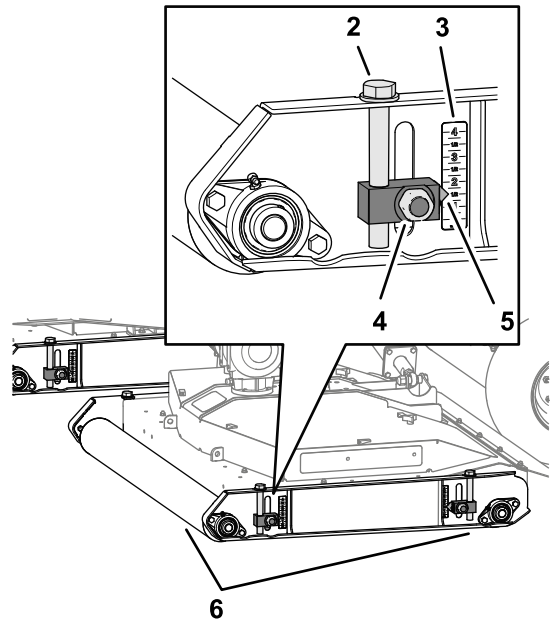

Figura 35
3. Afloje las 4 contratuercas que fijan los 4 ajustadores de la altura de corte (Figura 35) de la carcasa del cortacésped.